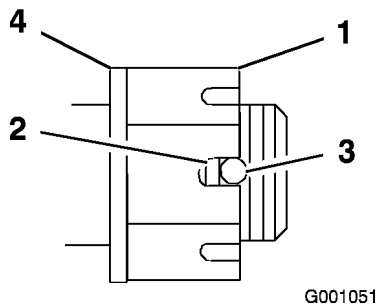

Figure 42
4. Serrez l'écrou crénelé à 170 Nm (Figure 42).
5. Mesurez l'espace entre la base de la fente de l'écrou et le bord intérieur du trou. On ne doit pas voir plus de deux filets (Figure 42).
7. Serrez l'écrou crénelé à 170 Nm (Figure 42).
8. Serrez l'écrou jusqu'à ce que la série de fentes suivante soit en face du trou de l'axe (Figure 42).